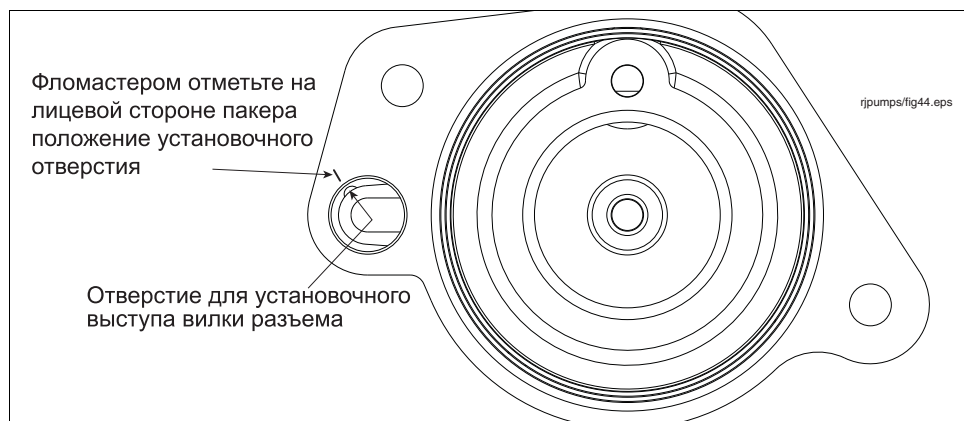

Рис. 34. Установочное отверстие вилки разъема в основании гнезда
6. Фломастером отметьте на лицевой стороне пакера положение установочного отверстия (см. рис. 34).
11. Установочный штырь в задней части разъема должен попасть в установочное отверстие в основании гнезда вилки разъема (см. рис. 34) для правильной ориентации разъема относительно розетки разъема.